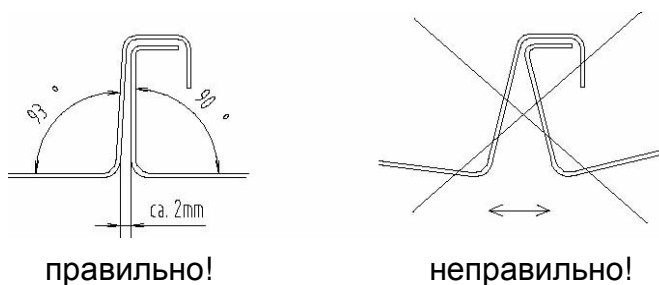

рис. 2: Указания по укладке
- При укладке следует оставлять оптимальный компенсационный тепловой зазор между картинами (см. рис. 2).